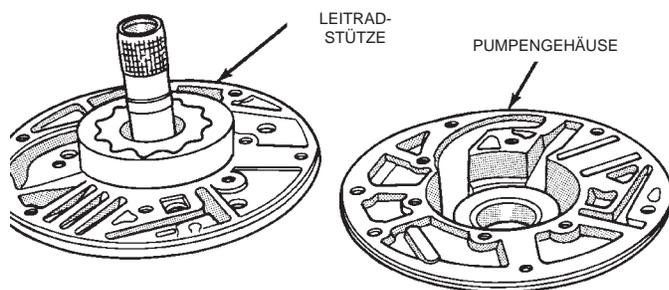

Abb. 120 Pumpengehäuse von Leitradstütze trennen
- (4) Stütze vom Pumpengehäuse trennen (Abb. 120).